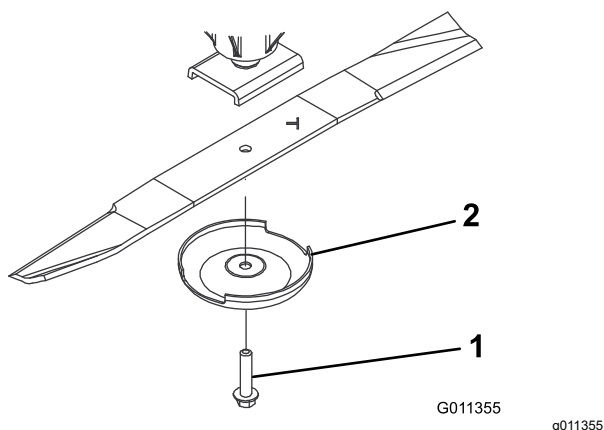

Рисунок 85
3. Снимите болт ножа, защитный колпак и нож с вала шпинделя (**Рисунок 85**).